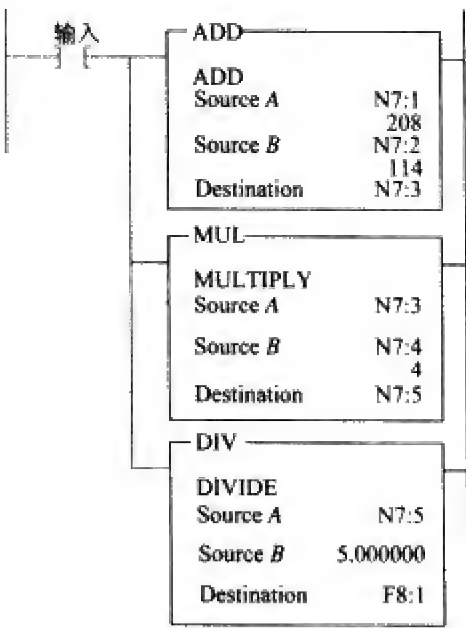

图 11-30
9. 参考图 11-30, 当输入为真时, 下面每个字中存储的数据是多少?